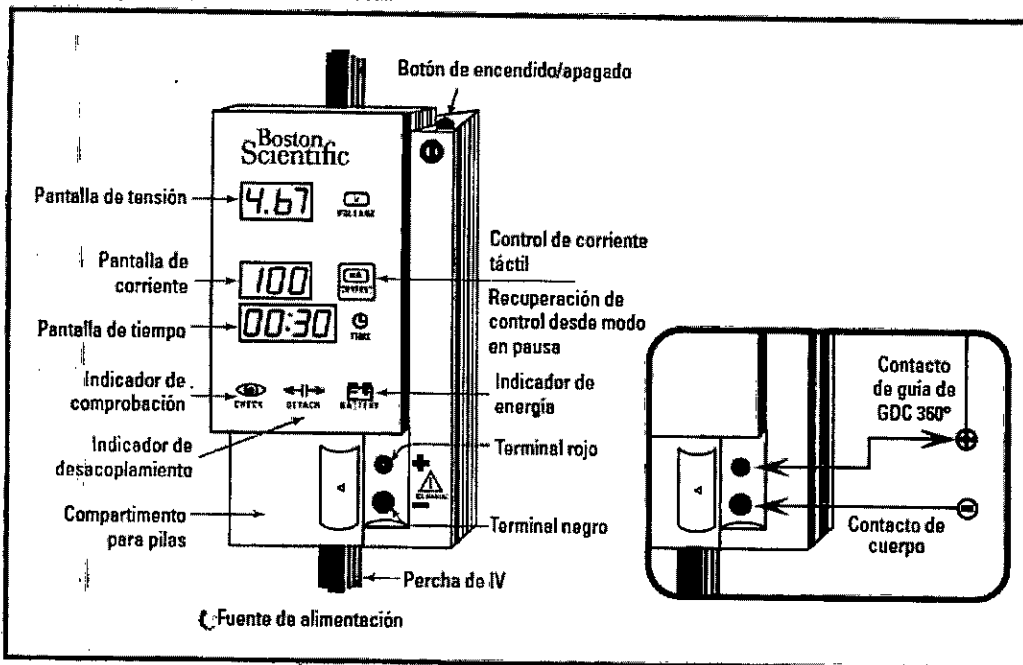

Figura 5. Fuente de alimentación de la espiral desmontable
g. Pulse el botón de encendido y apagado situado en la parte superior derecha de la fuente de alimentación (Figura 5). Se iluminarán todas las pantallas y el sistema realizará una autocomprobación.